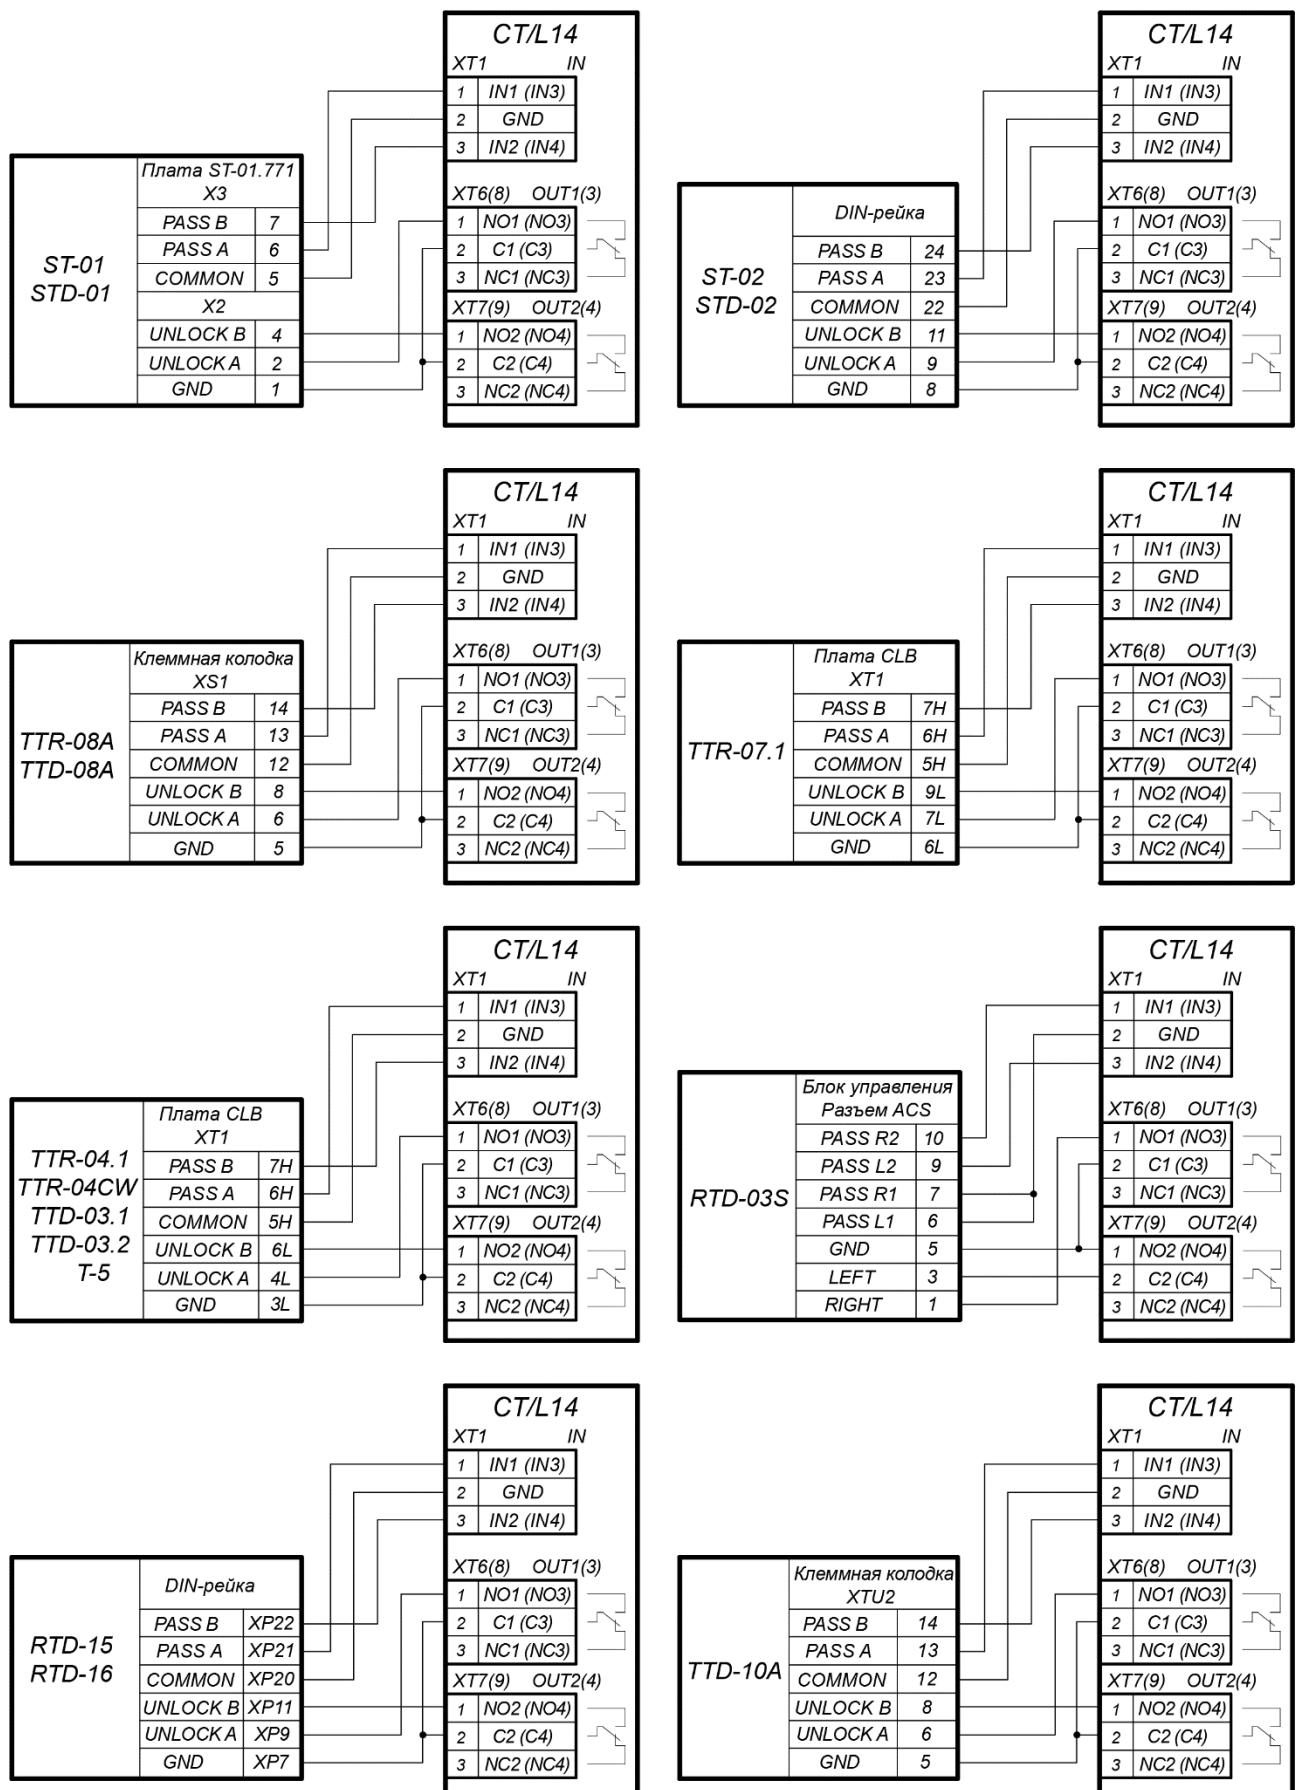

Рисунок 7. Схемы подключений турникетов
- Турникет (блок управления турникетом) №1 подключается к клеммным колодкам **XT1**, **XT6**, **XT7** нижней платы контроллера в соответствии со схемой для данного типа турникета (см. рис. 7).
- Турникет (блок управления турникетом) №2 подключается к клеммным колодкам **XT1**, **XT8**, **XT9** нижней платы контроллера в соответствии со схемой для данного типа турникета (см. рис. 7).